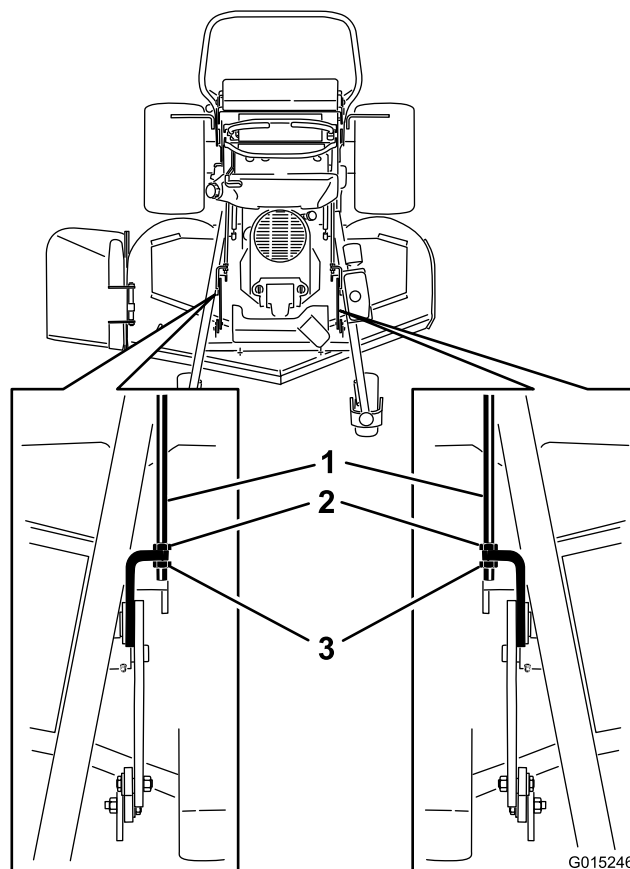

Figura 86
2. Allentate i bulloni anteriori e posteriori a livello delle aste di regolazione (Figura 86).
3. Il peso del piatto di taglio deve appoggiare su tutti e tre i pezzi da 5x10 (Figura 86). Il bordo posteriore del piatto di taglio è di 6 mm più basso rispetto al bordo anteriore dello stesso.
6. Se le dimensioni non sono giuste, regolate i dadi anteriori e posteriori su entrambi i lati fino a ottenere l'inclinazione longitudinale giusta (Figura 86).